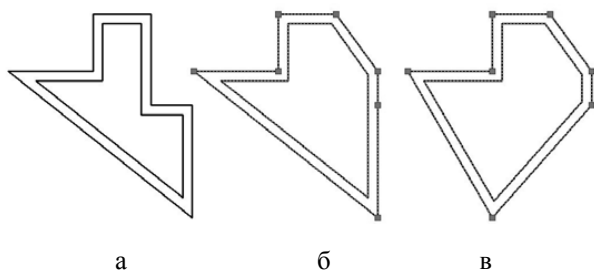

Рис. 1.23. Контур мультилінії:
Побудуйте мультилінії при включеному режимі **ОРТО**. Побудови розпочиніть з лівої точки контуру (рис. 1.23,а), обходячи контур за годинниковою стрілкою:
- переміщуючи «ручки» в режимі об'єктного відстеження, змініть вид контуру як в прикладах (рис. 1.23,б, в);